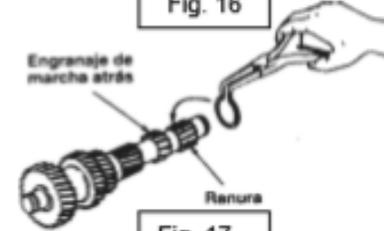

Fig. 17
- Colocar los engranajes uno a uno usando la prensa, luego montar el anillo de seguridad. Fig. 17